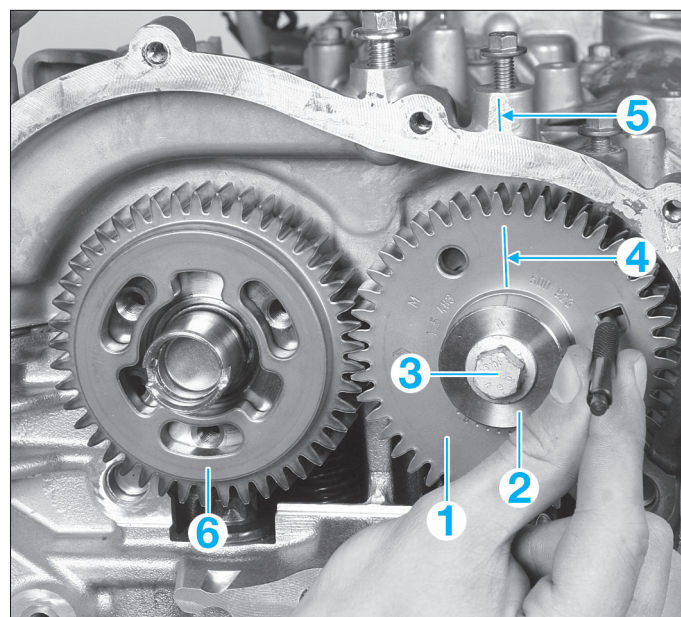

FIG. 72
- Reposer le pignon de rattrapage de jeu (1) sur l'arbre à cames d'admission (fig. 72).
- Reposer l'entretoise (2) puis la vis (3) en l'amenant au contact, sans la serrer.
- Aligner le repère (4) du pignon (1) avec le bossage (5) sur le couvre-culasse.
- Reposer le pignon de distribution (6) sur l'arbre à cames d'échappement en plaçant les trous de fixations du moyeu d'arbre à cames d'échappement au centre des lumières du pignon (6).